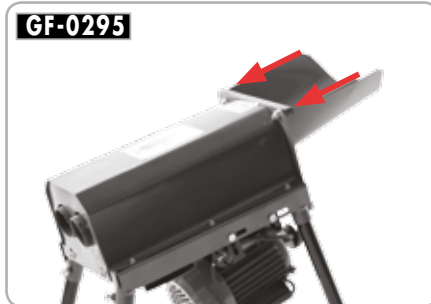

Fig.9
- Montați cuva (gura de alimentare) pe corpul morii desfacat porumb GF-0295, cu ajutorul șuruburilor din kitul de montaj (fig.9).